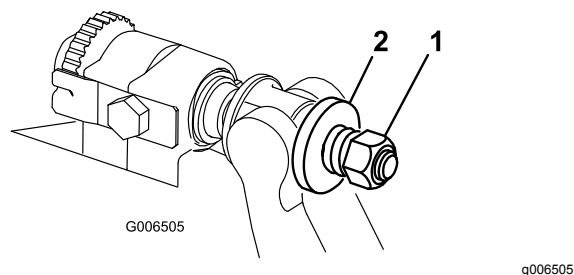

Figure 32
- Serrez les contre-écrous également de chaque côté jusqu'à ce qu'il ne soit plus possible de tourner les rondelles d'acier extérieures à la main. Desserrez alors les contre-écrous jusqu'à ce qu'il soit possible de tourner les rondelles d'acier extérieures à la main mais sans pour autant que la barre d'appui présente un jeu axial (Figure 32).
10. Serrez l'écrou sur chaque vis de réglage de la barre d'appui jusqu'à ce que le ressort de compression soit complètement comprimé, puis desserrez l'écrou d'un demi-tour (Figure 32).